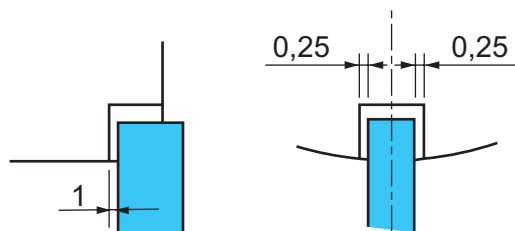

Abb. 1
Wichtig : Nicht vergessen, den Zylinder (401) gegen Verdrehen zu sichern. Hierzu ein gerichtetes Element in die Kerbe einsetzen. Das Spiel zwischen dem Zylinder und diesem Teil (siehe Abb. 1) prüfen.